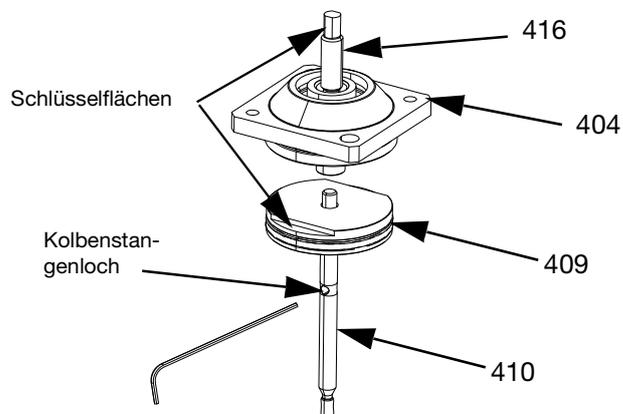

ABB. 18
4. Sämtliches Material im Luftgehäuse (B) mit einem sauberen Tuch entfernen. Auf Beschädigung (wie beispielsweise Riefen) überprüfen.
5. Bei Ventilen mit Rücksogdüsenbaugruppen (ABB. 18):
- a. Die Kolbenstangenbaugruppe (409 und 410) vom Stangenadapter (416) und der Luftendkappe (404) entfernen. Die Kolbenstange (410) mit einem Inbusschlüssel durch das Loch der Kolbenstange halten und den Stangenadapter (416) abschrauben.
- b. Einen Schraubenschlüssel an die Schlüsselflächen des Kolbens (409) setzen, und einen Inbusschlüssel durch das Loch in der Kolbenstange (410) stecken.
- c. Den Kolben (409) von der Kolbenstange (410) abschrauben.